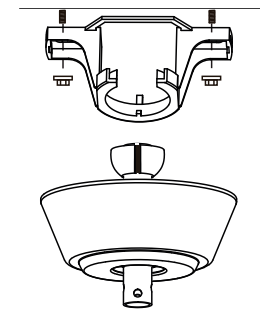

Fig. 6
4. Setzen Sie die Verbindung aus Hängerohr mit der Kugel in die Halterung ein und achten Sie darauf, dass die Aufnahmekerbung der Kugel auf dem Anschlag des Stoppers positioniert ist, damit sich der Ventilator während des Betriebs nicht dreht. Siehe Abb. 6
4. Seat the down rod ball assembly into the bracket, ensuring the notch in the hanger ball is positioned on the stopper of the hanger bracket to prevent the fan from rotating when in operation. Refer Fig. 6
4. Faites reposer le montage barre-boule sur le support en vous assurant que la fente de la boule de suspension est bien placée sur le butoir du support de suspension pour éviter que le ventilateur ne tourne lorsqu'il est en fonctionnement. Voir Figure 6
4. Sistemare il gruppo asta-giunto sferico nella staffa, assicurandosi che la scanalatura del giunto sferico sia posizionata sull'arresto della staffa di sospensione per impedire al ventilatore di ruotare mentre è in funzione. Vedere fig. 6
4. Plaats de kogeleenheid van de stang in de beugel en zorg ervoor dat de sleuf van de ventilatorkogel op de aanslag van de ophangbeugel is gepositioneerd om te voorkomen dat de ventilatorbehuizing tijdens het gebruik gaat draaien. Zie fig. 6
4. Coloque a unidade da esfera da haste inferior no suporte, assegurando-se que o entalhe na bola está posicionada no batente do suporte de suspensão para evitar que a ventoinha rode quando está a trabalhar. Consulte Fig. 6